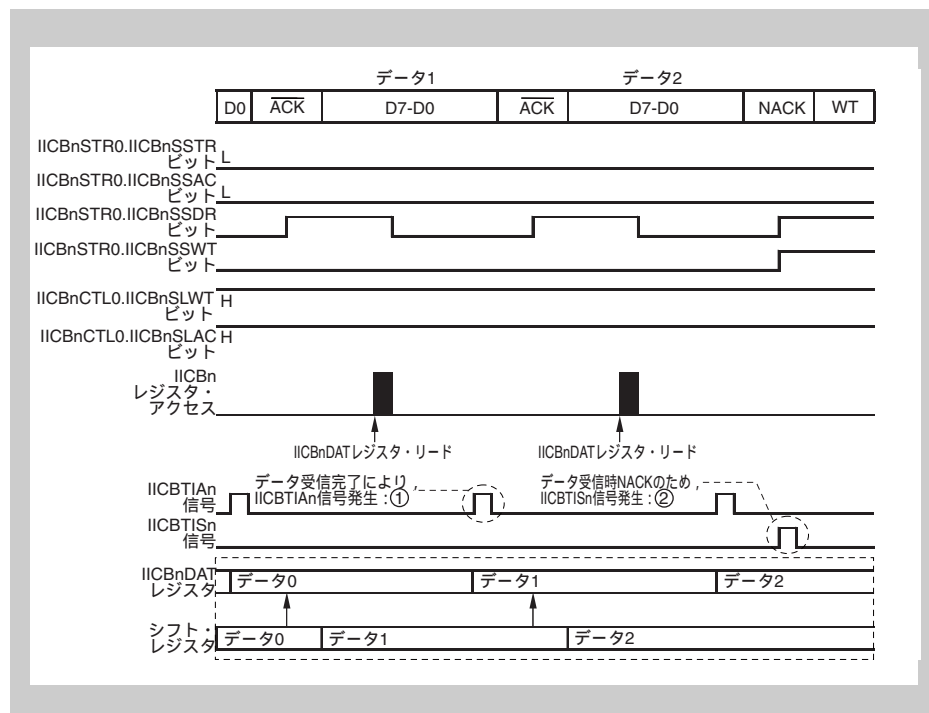

図 23-12 IICBTIA_n 信号発生タイミング (受信, 連続転送モード)
受信データをシフト・レジスタから IICBnDAT レジスタへデータの格納を行ったとき (図 23-12 の①のタイミング)。